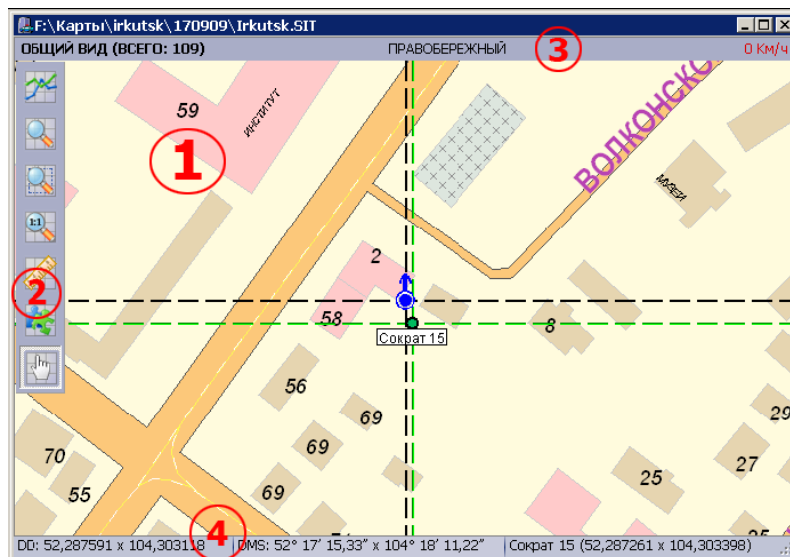

Рис. 2.6. Окно с картой (общий вид)
1) *Область карты* (пункт 1 на рис. 2.6) – область окна, в которой расположена ЭК местности. В этой области также отображается местоположение автомобилей и объектов, различные элементы карты;
2) *Панель управления окна* (пункт 2 на рис. 2.6) – панель в верхней левой части окна, на которой расположены различные кнопки управления картой и окна;
3) *Панель информации* (пункт 3 на рис. 2.6) – информационная панель в верхней части окна, в которой отображаются закрепленные за картой объекты, данные из адресного слоя карты (семантика), скорость движения активного автомобиля/объекта;
4) *Строка состояния* (пункт 4 на рис. 2.6) - строка, расположенная в нижней части окна, в которой слева направо отображаются текущие координаты курсора окна (в формате DD и DMS) и текущие координаты выбранного (активного) автомобиля.